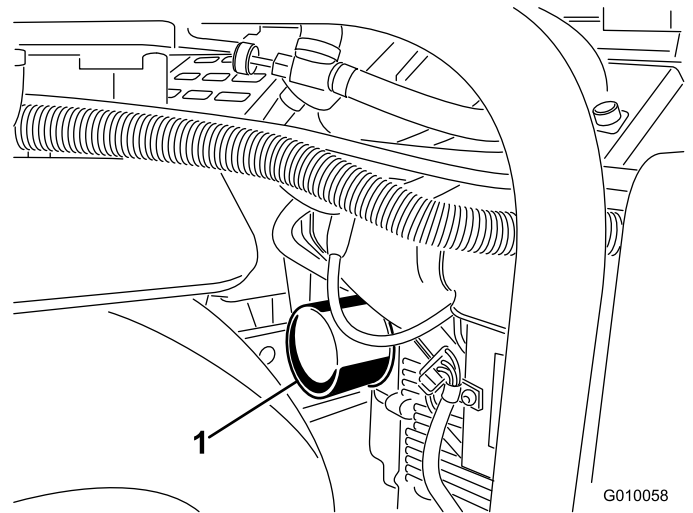
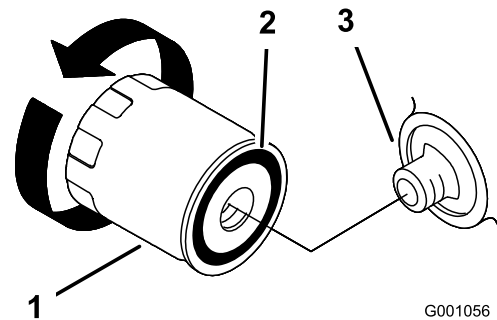

Figura 47
Figura 48
6. Coloque un recipiente poco hondo o un paño debajo del filtro para recoger el aceite (Figura 47).
7. Retire el filtro usado (Figura 47 y Figura 48) y limpie con un paño la superficie de la junta del adaptador del filtro.